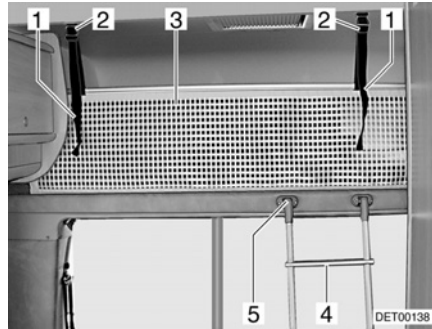

Fig. 50 Lit de capucine
Toujours monter sur le lit de capucine avec l'échelle de montée (Fig. 50,4) de série.
- Accrocher l'échelle par les longerons sur le bandeau du lit de capucine (Fig. 50,5) installé au bord du lit.
Le filet de sécurité (Fig. 50,3) de série est rangé entre le matelas et le sommier à lattes. Ne tendre le filet de sécurité qu'une fois que les personnes se trouvent dans la capucine.
- Faire s'enclencher les sangles de retenue (Fig. 50,1) dans les œillets du plafond (Fig. 50,2).